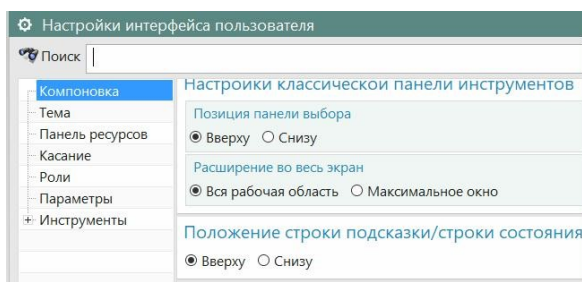

рис.48
- Конкретное положение строки подсказки (вверху или внизу) определяется по команде *Настройки \ Интерфейс пользователя* (рис.48).